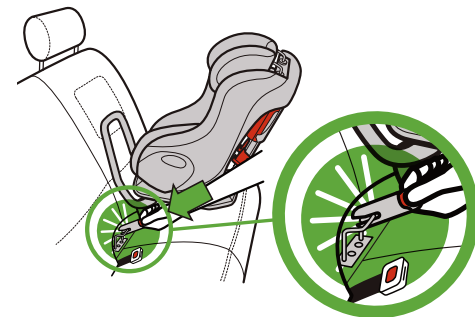

Figure 47
- Alignez le connecteur DUA avec l'ancrage inférieur du véhicule et poussez le connecteur DUA contre l'ancrage jusqu'à ce que le connecteur DUA fasse un dé clic, tel qu'illustré dans la **Figure 47**.